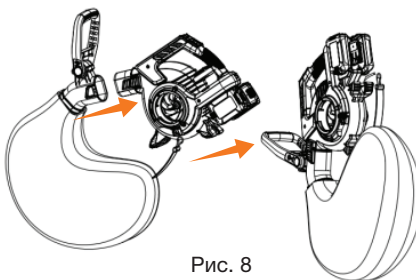

Рис. 8
- Установите мешок защелкнув его в выходной части воздуходувки (Рис. 8).